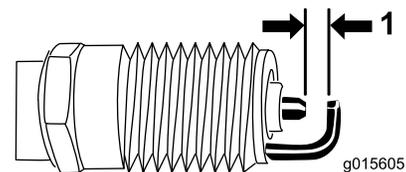

Figura 27
5. Defina a folga na vela para 0,76 mm (Figura 27).